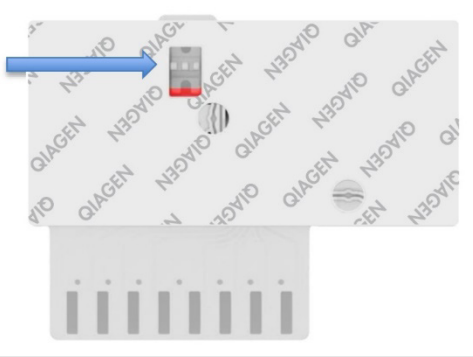

Figura 43. Finestra di ispezione del campione (freccia blu).
7. Verificare visivamente che il campione sia stato caricato controllando la finestra di ispezione del campione della QIAstat-Dx Respiratory SARS-CoV-2 Panel Cartridge (Figura 43).